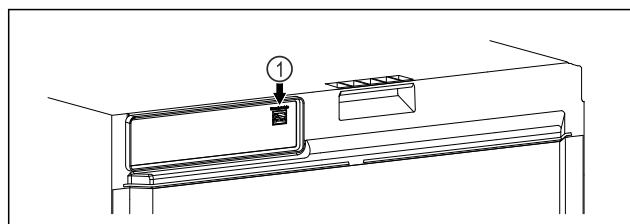

Fig. 106
- SmartModule Fig. 106 (1) è inserito.